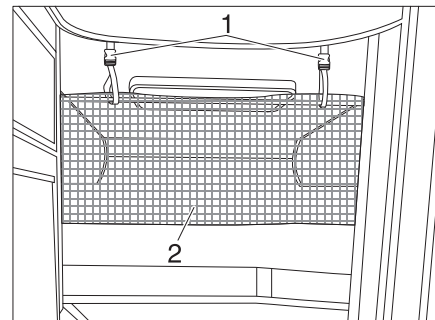

Fig. 170 Filet de sécurité
Le filet de sécurité (Fig. 170,2) de série est rangé entre le matelas et le sommier à lattes. Ne tendre le filet de sécurité qu'une fois que la personne se trouve dans le lit.
- Faire s'enclencher les sangles de retenue (Fig. 170,1) dans les œillets du plafond.
Tendre: ■ Faire s'enclencher les sangles de retenue (Fig. 170,1) dans les œillets du plafond.